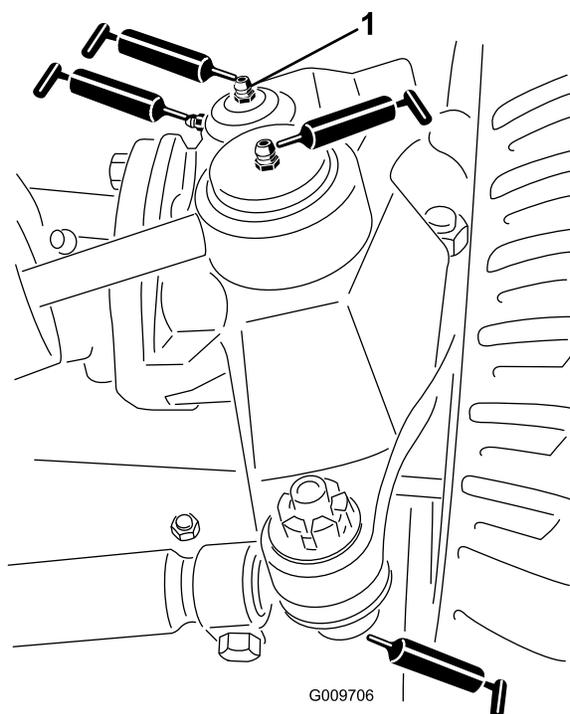

Рисунок 77
- Шаровые опоры гидроцилиндра рулевого управления (2 шт.), как показано на Рисунок 77.
- Шаровые опоры поперечной тяги (2 шт.), как показано на Рисунок 77.
- Втулки поворотных шкворней (2 шт.), как показано на Рисунок 77.